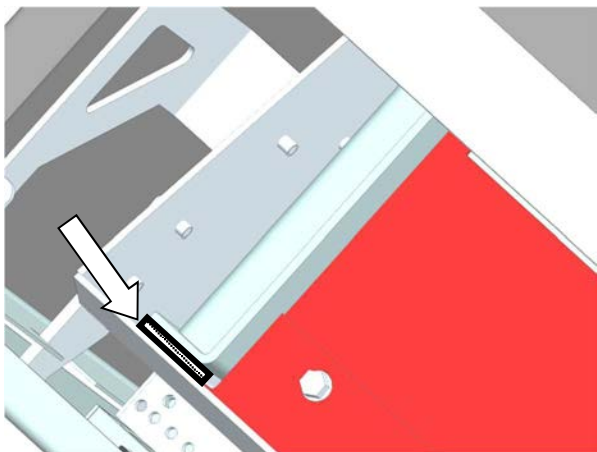

Abb. 72: Soll- Position Dichtschnur links
**Achtung:** Beim Zusammenbau des Gerätes darauf achten, dass die Dichtschnüre in den Spalten links und rechts fest sitzen (Abb. 72).